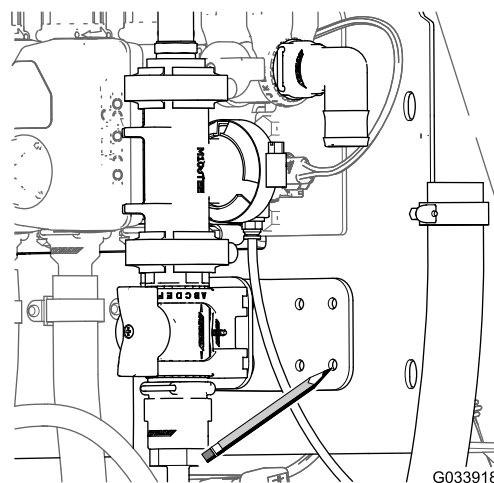

Figura 16
- Usando la escuadra de la válvula de control como plantilla, marque la posición de los taladros de la escuadra en la superficie del soporte del distribuidor (Figura 16).